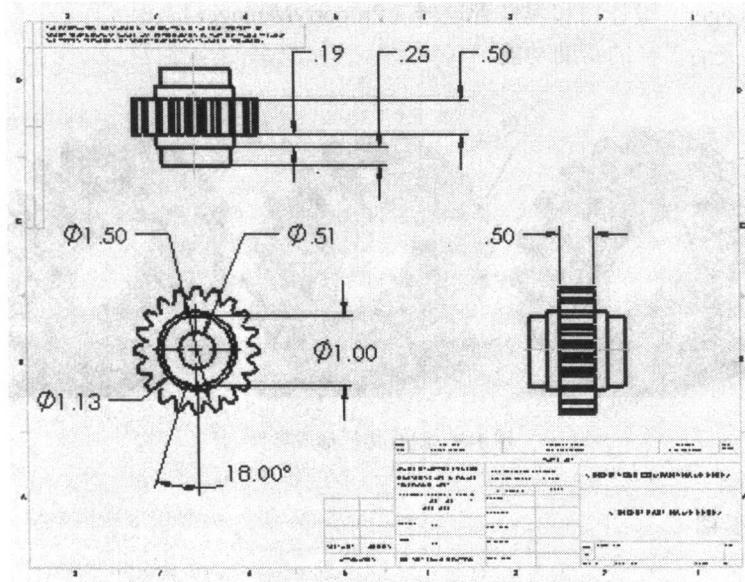

图 1-5 二维工程图
(1) SolidWorks 模型由零件、装配体和工程图组成，并且三者具有联动功能，如图 1-5、图 1-6 所示。